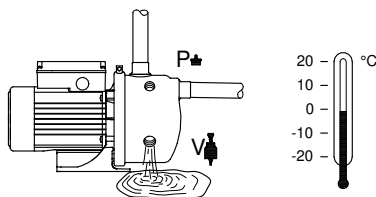

Fig. 8 Purge de la pompe
Pour purger la pompe, retirer le bouchon (P) ou la vanne d'éjecteur (V). Voir fig. 8.